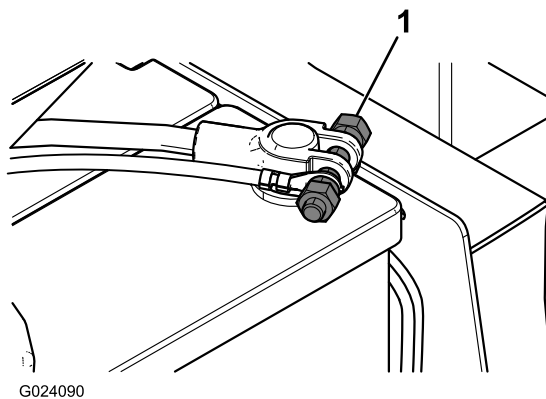

Bild 18
9. Entfernen Sie die vorhandenen Befestigungen an den Batterieklemmen und bringen Sie die Schrauben mit zwei Muttern an (Bild 18).